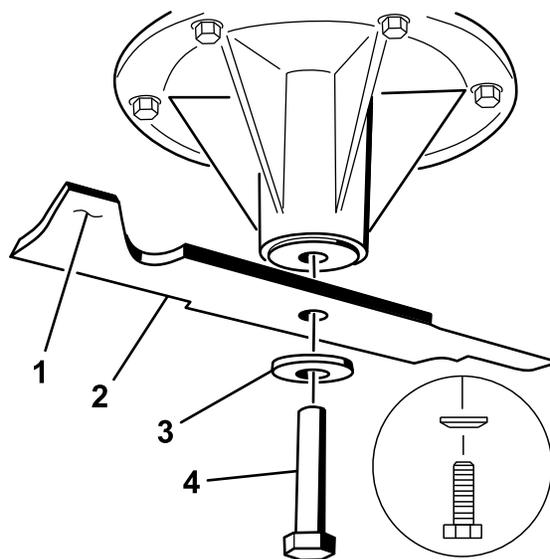

Figure 93
2. Enlevez de l'axe, le boulon, la rondelle bombée et la lame (Figure 93).
1. Placez la lame sur l'axe (Figure 93).
2. Montez la rondelle bombée et le boulon de lame (Figure 93).